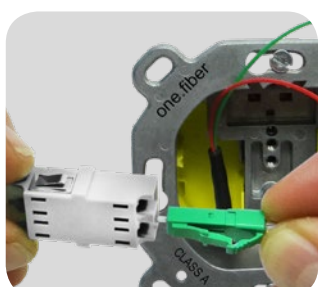

Abb.13: LC/APC-Stecker in Kupplung stecken
- » Abb.13: Die fertig montierten LC/APC Stecker in die Kupplung einstecken, vorher alle Staubschutzkappen entfernen.